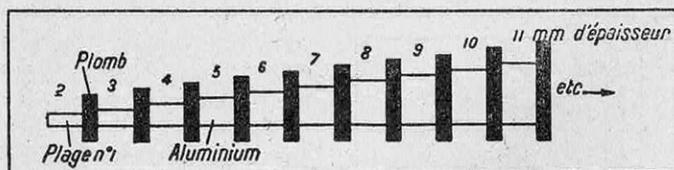

FIG. 6. — SCHÉMA D'UNE ÉCHELLE POUR L'ÉTALONNAGE DES FILMS
Pour un disque de dimensions convenables (20 cm de diamètre), la différence de noircissement entre la première et la dernière page n'est pas grande. Pour en obtenir de plus grandes, on a recours à la méthode des gradins, en utilisant une échelle d'épaisseurs croissantes d'aluminium, séparées par des intervalles en plomb (pour éviter le rayonnement latéral), suivant le modèle de la figure 6 (2). Après irradiation de cette échelle placée